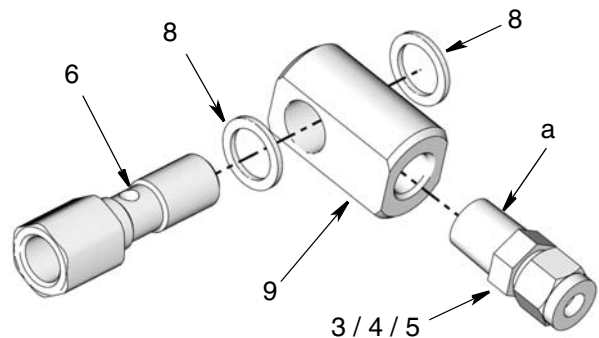

ABB. 3
5. Verbinden Sie mit den einzelnen Ringstücken (9) jeweils eine Rohranschlussbaugruppe (3/4/5). Ziehen Sie die Verbindung mit einem Schraubenschlüssel fest (ABB. 3).
6. Setzen Sie eine Scheibe (8) auf das Ende der einzelnen Hohlrauben (6) (ABB. 3).
7. Setzen Sie die Hohlrauben (6) in die Ringstücke (9). Setzen Sie dann die zweite Scheibe auf (ABB. 3).
4. Tragen Sie Gewindedichtmittel auf das Gewinde der Rohranschlussstücke (a) auf (ABB. 3).
8. Setzen Sie eine Scheibe (8) auf das Ende der einzelnen Hohlschrauben (6) (ABB. 3).
9. Setzen Sie die Hohlschrauben (6) in die Ringstücke (9). Setzen Sie dann die zweite Scheibe auf (ABB. 3).